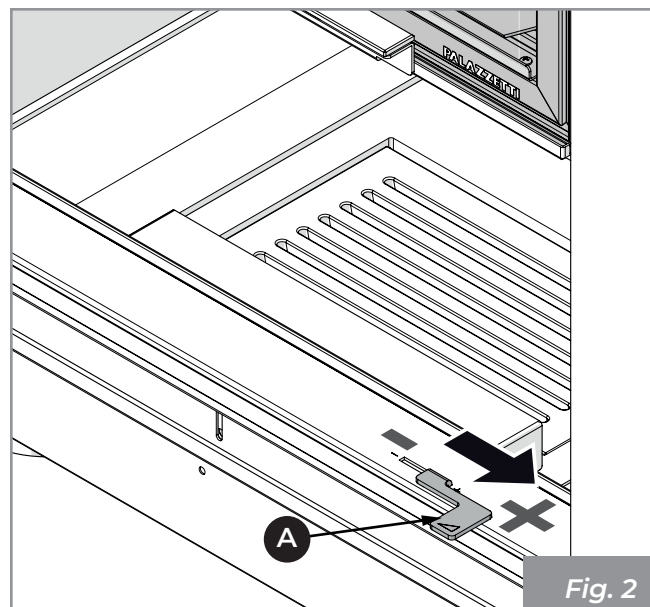

Fig. 2
- 2) Ouvrir au maximum (+) le réglage de l'air primaire (A) (Fig. 2).
- 8) Maintenir la prise d'air ouverte pour garantir une flamme haute et lumineuse (Fig. 2).
- 9) Réduire l'ouverture de la prise d'air (A) (Fig. 2) seulement lorsque qu'une bonne quantité de braise s'est formée.